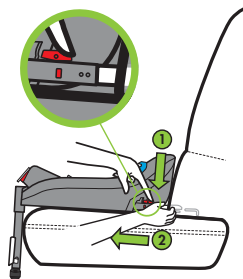

Figura 52
Libere el conector LATCH presionando hacia abajo (1) y deslizando hacia atrás (2) el botón rojo de liberación LATCH, como se muestra en la **Figura 52**. Cuando el conector se libere, los indicadores cambiarán de verde (bloqueado) a rojo (desbloqueado).